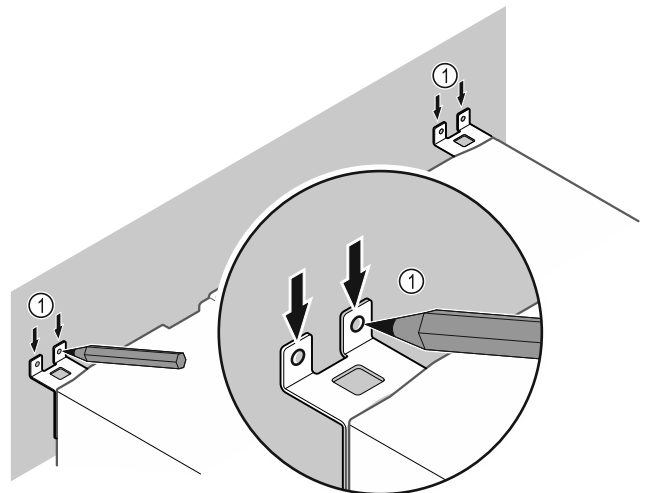

Fig. 12
- ▶ Apporre i contrassegni alla parete Fig. 12 (1).